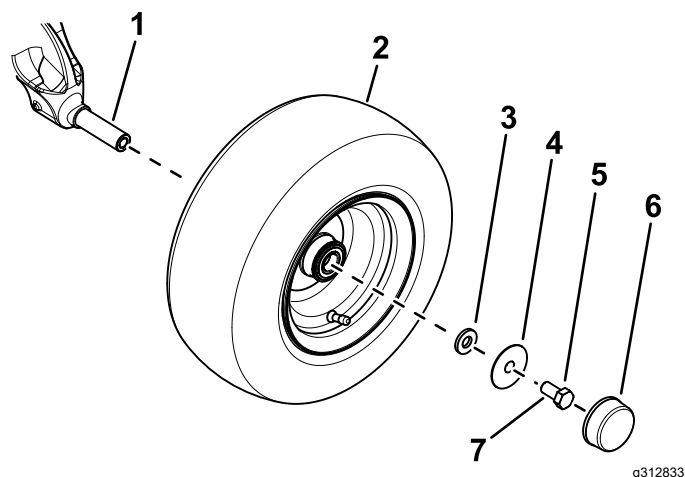

Figura 3
- B. Utilice una arandela pequeña, una arandela grande, y un perno ( $\frac{5}{8}$ " x  $1\frac{1}{4}$ ") para sujetar la rueda a la mangueta (Figura 3).
D. Instale el tapón guardapolvo en la rueda (Figura 3).